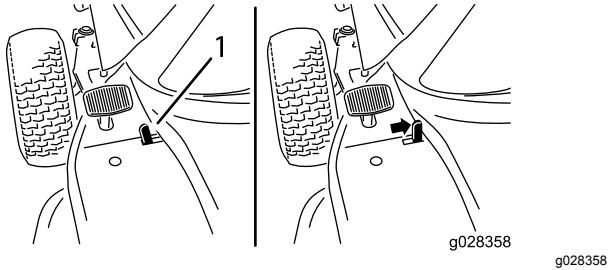

Figura 6
- Spostate la leva di comando del freno di stazionamento verso destra (Figura 6).
- Spostate la leva di comando del freno di stazionamento verso sinistra (Figura 6).